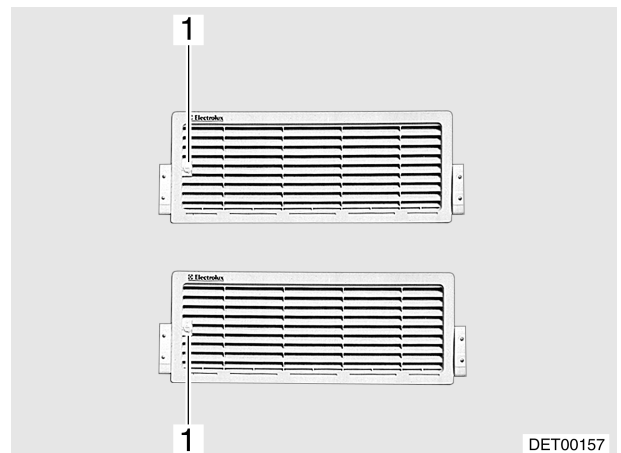

Bild 112 Kühlschrank-Lüftungsgitter
- Schraube (Bild 112,1) mit Hilfe einer Münze eine viertel Umdrehung drehen.